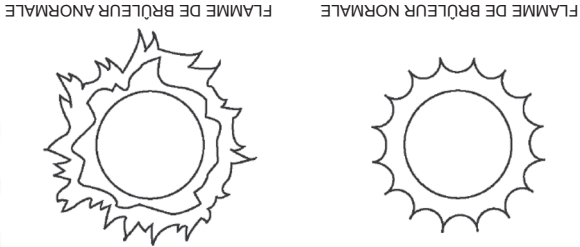

Figure 49. Flammes de brûleur normales et anormales
- Ne pas présenter de décrochage excessif des flammes par rapport aux orifices du brûleur. Voir *Figure 49*.
Voir également s'il y a de la suie. La suie n'est pas normale et empêche une bonne combustion. Effectuer un contrôle visuel du brûleur principal et de l'allumeur au moins une fois par an. Voir **Figure 49** (page 60).